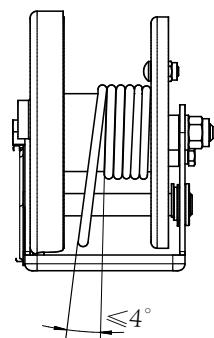

Fig.3
- Montér ikke spillet på en overflade, hvor vinklen afviger med mere end 4°. (Fig. 3)